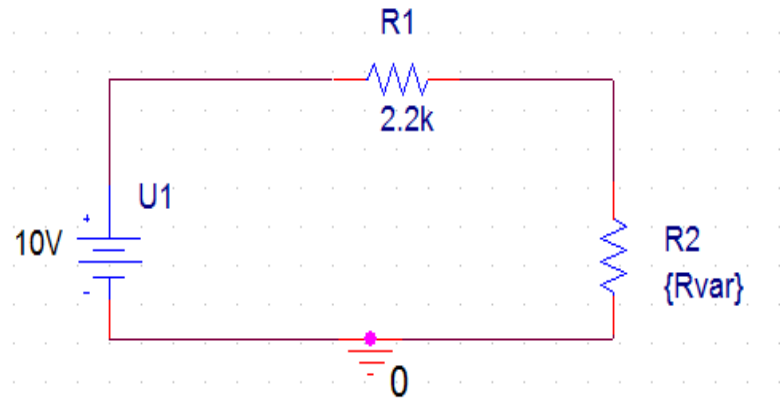

Рисунок 6.41 – Схема, де було змінено значення опору резистора $R2$
53. Закрийте вікно *Display Properties*, натиснувши на кнопку *OK*. Відмітьте, що значення резистора *R2* на кресленні вашої схеми змінилося (рис. 6.41).